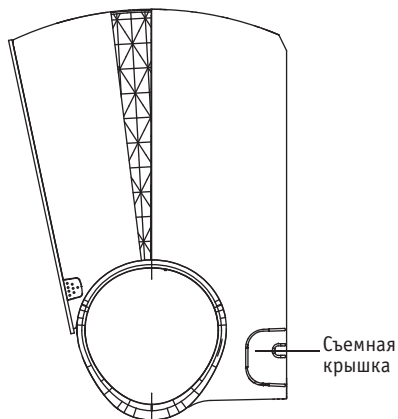

Рис. 5
2. Если отверстие в стене расположено за блоком, оставьте съемную панель на месте. Если отверстие в стене расположено сбоку от внутреннего блока, удалите съемную пластмассовую панель с соответствующей стороны блока (см. рис. 5). При этом образуется паз, через который трубопровод можно вывести из блока. Если пластмассовую панель не удастся удалить руками, используйте игловидные кусачки.